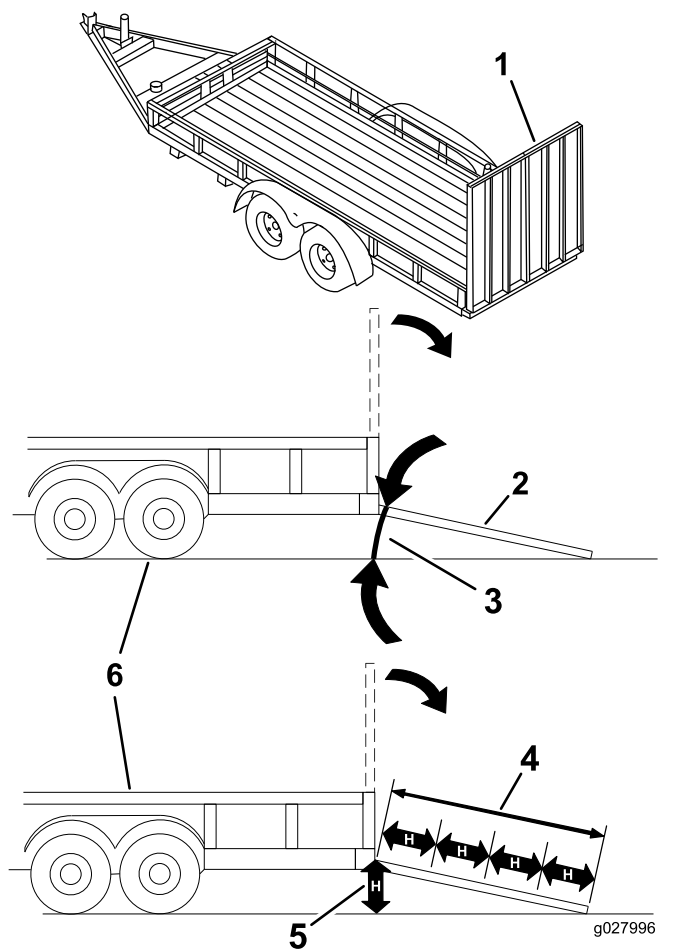

Figure 27
Le chargement de la machine sur une remorque ou un camion augmente le risque de basculement, et donc de blessures graves ou mortelles (Figure 27).
3. Abaissez la rampe pour que l'angle avec le sol ne dépasse pas 15 degrés (Figure 27).
1. Abaissez la rampe pour que l'angle avec le sol ne dépasse pas 15 degrés (Figure 27).